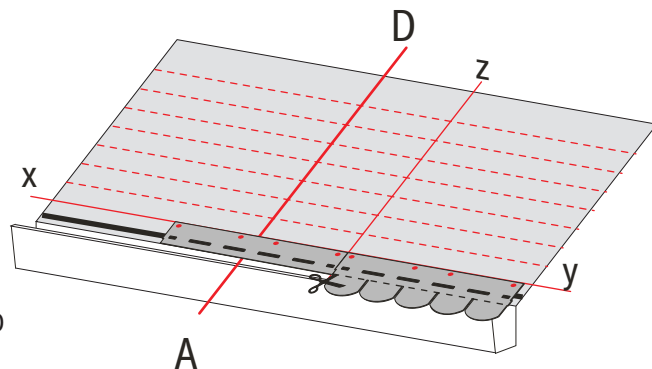

Fig. 3 - Montaj prima fila
- Se verifică alinierea primei plăci față de linia l (Fig.3);